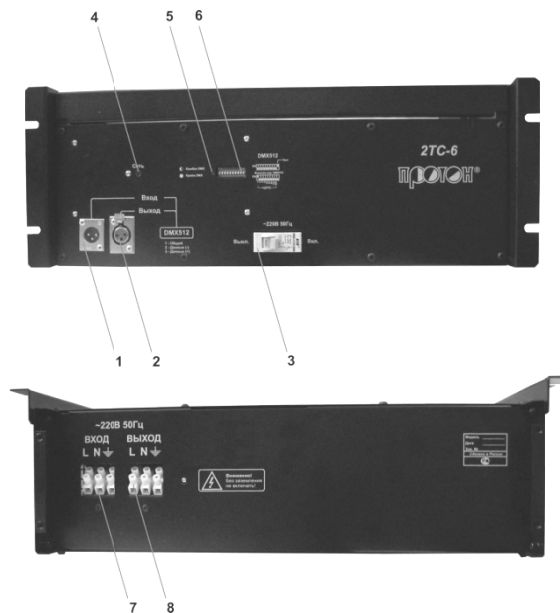

Рис.1
- Соедините клеммы заземления, расположенные на верхней панели силового блока (силовой ввод и линия нагрузки) с заземляющим контуром медным проводом сечением не менее 6 кв. мм. (рис.1).
- Подсоедините кабель питания 220 В 50 Гц к вводным клеммам L (фаза) и N (нейтраль), расположенным на верхней панели силового блока (рис.1). Кабель должен содержать медные жилы сечением не менее 6 кв. мм.
- Подсоедините кабель цепи нагрузки к выходным клеммам L (фаза) и N (нейтраль), расположенным на верхней панели силового блока (рис.1). Кабель должен содержать медные жилы сечением не менее 6 кв. мм.